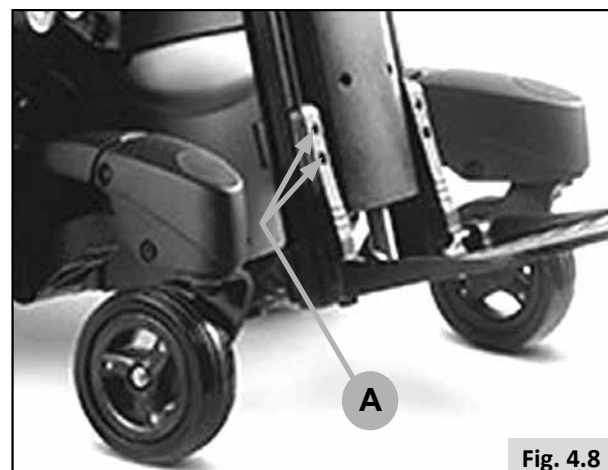

Fig. 4.8
- Desaperte os 2 parafusos com uma chave Allen de 5,0 mm, (A-Fig. 4.8).